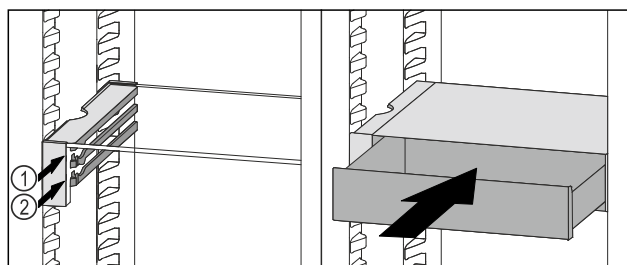

Fig. 121
- ▶ Asetage VarioSafe-sahtel peatajate taga soovitud ribile Fig. 121 (1) või Fig. 121 (2).